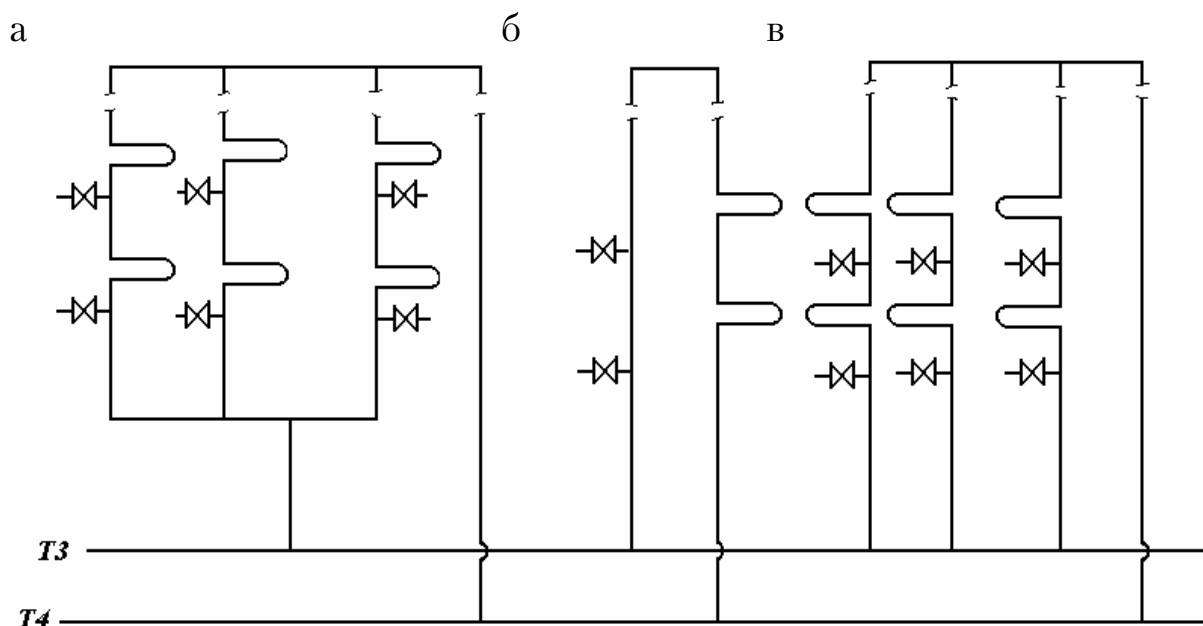

Рис. 45
9. Докажите, какая из представленных на рис. 45 схем водоразборных стояков наиболее эффективна. Почему?